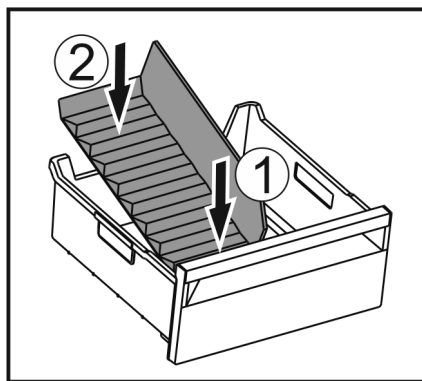

Fig. 184
- ▶ Vložte přední část přepážky přihrádky na led. Fig. 184 (1)
- ▶ Zadní část přepážky přihrádky na led spusťte až na dno zásuvky. Fig. 184 (2)